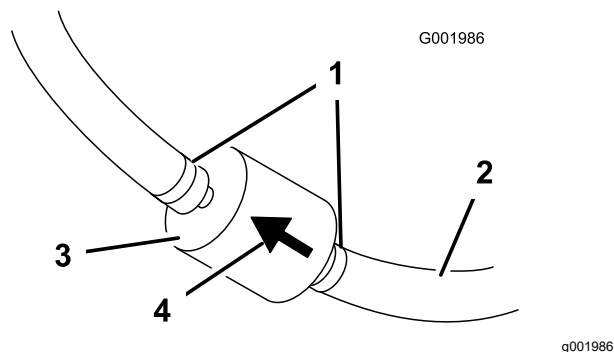

Figura 46
5. Strângeți capetele clemelor de furtun împreună și glisai-le în afara filtrului (Figura 46).